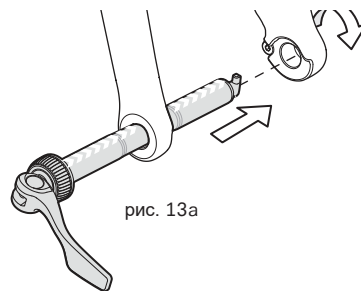
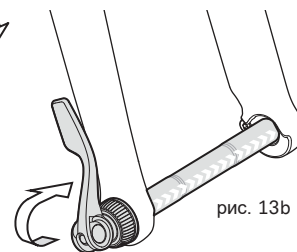

рис. 13a
рис. 13b
6. Если Ваш велосипед оснащён осью **Cervélo Rapid Axle**, переместите ручку в положение ОТКРЫТО (рис. 11b). Аккуратно поместите колесо между перьями вилки, убедившись что ротор находится между тормозных колодок, а отверстие для оси во втулке совпадает с отверстиями в дропаутах. Ручка на оси должна находиться с правой части велосипеда. Вставьте ось через дропаут в отверстие для оси на втулке, так, чтобы стрелка на корпусе оси находилась сверху, до касания её противоположного дропаута. Визуально убедитесь, что Т-образная часть оси совпадает с соответствующей прорезью на дропауте, после чего поверните ручку на 90°, пока Т-образная часть не упрётся в вырез на дропауте (рис. 13a). Переместите ручку в положение ЗАКРЫТО (рис. 13b). Ручка должна быть параллельна перу вилки, изгиб ручки должен быть направлен в сторону колеса. загнута в сторону колес.